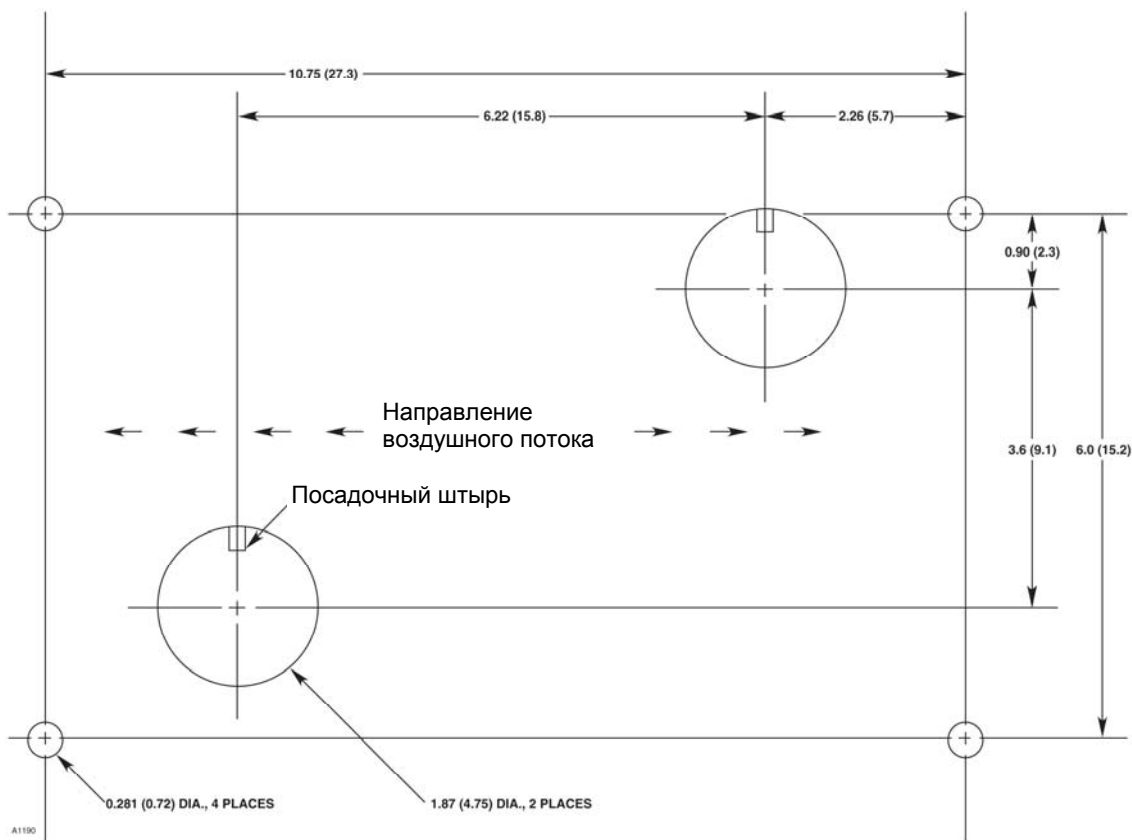

Рис. 2. Габаритные и установочные размеры монтажной панели в дюймах (мм).
2. Наметьте и просверлите отверстия в стенке воздуховода для трубки забора и выпускной трубки соответственно. Детальный чертёж установочных размеров показан на рис. 2.